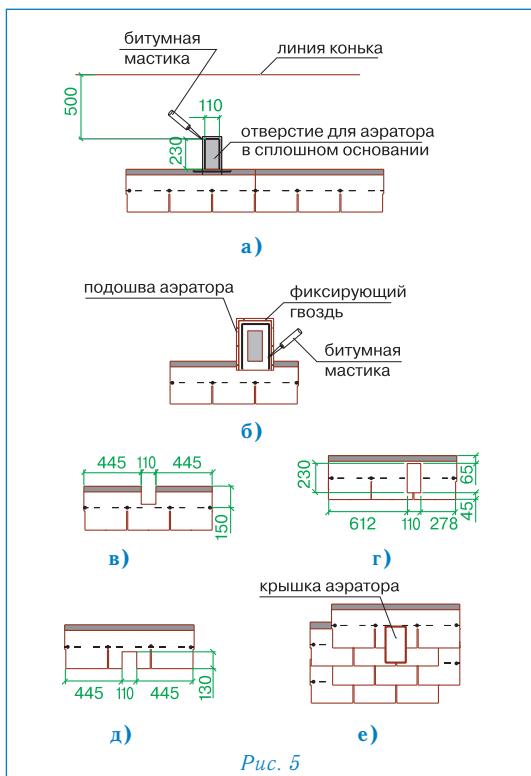

Рис. 5
### Установка аэратора (рис. 5)
- В сплошном основании кровли прорезается отверстие 110 × 230 мм, расположенное согласно рис. 5а;
- корпус аэратора устанавливается поверх отверстия и фиксируется гвоздями из нержавеющей стали; по верхней и боковым сторонам подошвы корпуса также наносится битумная мастика (рис. 5б);
- при укладке последующих трех рядов черепицы подошва аэратора закрывается листами ПРЕСТИЖ ЭЛИТ с соответствующими прорезами (рис. 5е);
- на корпус аэратора устанавливается крышка, которая фиксируется нажатием (до щелчка) (рис. 5е).